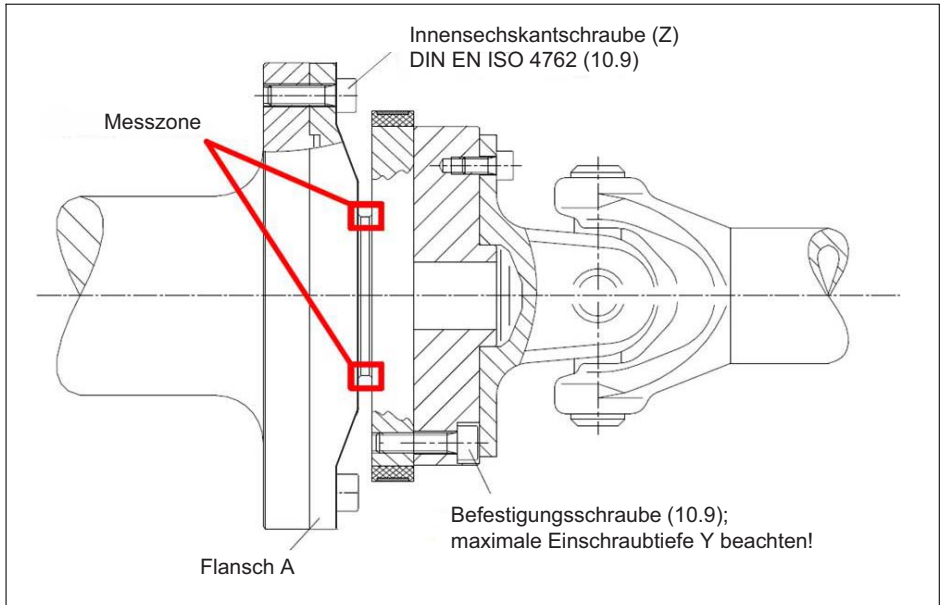

Abb. 5.4 Verschraubung des Rotors
Achten Sie darauf, dass während der Montage die in Abb. 5.4 markierte Messzone nicht beschädigt wird, z. B. durch Abstützen oder Anschlagen von Werkzeugen beim Anziehen der Schrauben. Dies kann den Aufnehmer beschädigen und damit zu Fehlmessungen führen oder sogar zerstören.
2. Verwenden Sie für die Verschraubung des Flanschs A (siehe Abb. 5.4) Innensechskantschrauben DIN EN ISO 4762 der Festigkeitsklasse 10.9 in geeigneter Länge (abhängig von der Anschlussgeometrie, siehe Tab. 5.1 auf Seite 25).